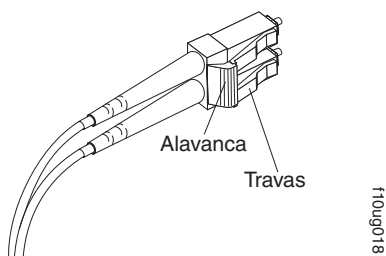

Figura 28. Alavanca e Travas do Cabo Fibre Channel LC-LC
1. Na extremidade do cabo LC-LC que se conecta ao módulo SFP ou à placa de barramento host, pressione e segure a alavanca para soltar as travas, como mostra a Figura 28.